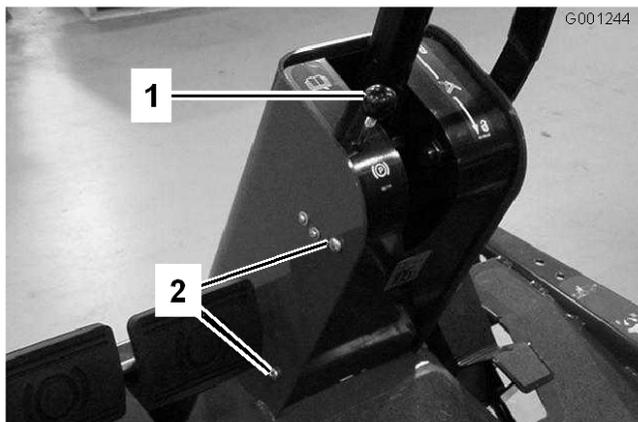

Figura 67
1. Togliete la manopola dal freno di stazionamento e le viti dal copripiantone dello sterzo (Figura 67).